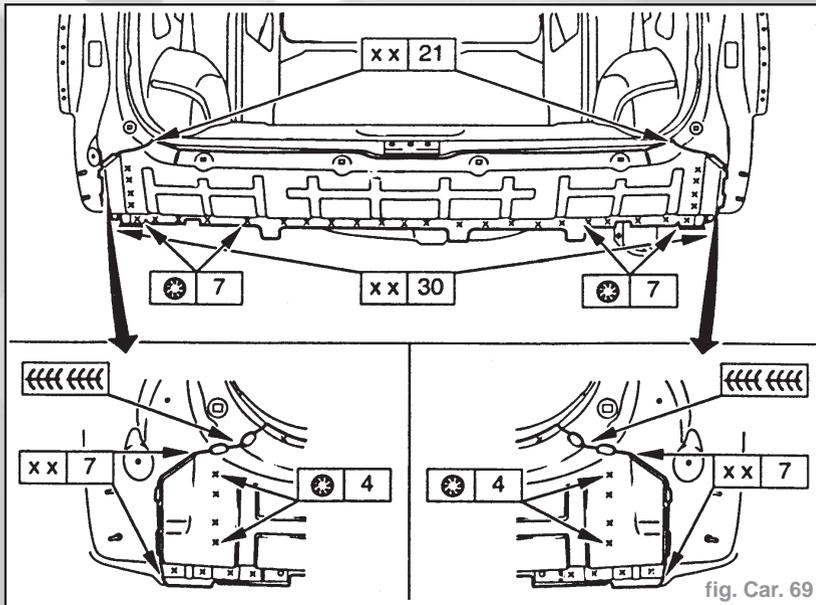

fig. Car. 69
- Ajuster le panneau arrière, partie inférieure. Préparer les brides, appliquer de la peinture pour souder par points. Souder la pièce neuve (fig. Car. 69).